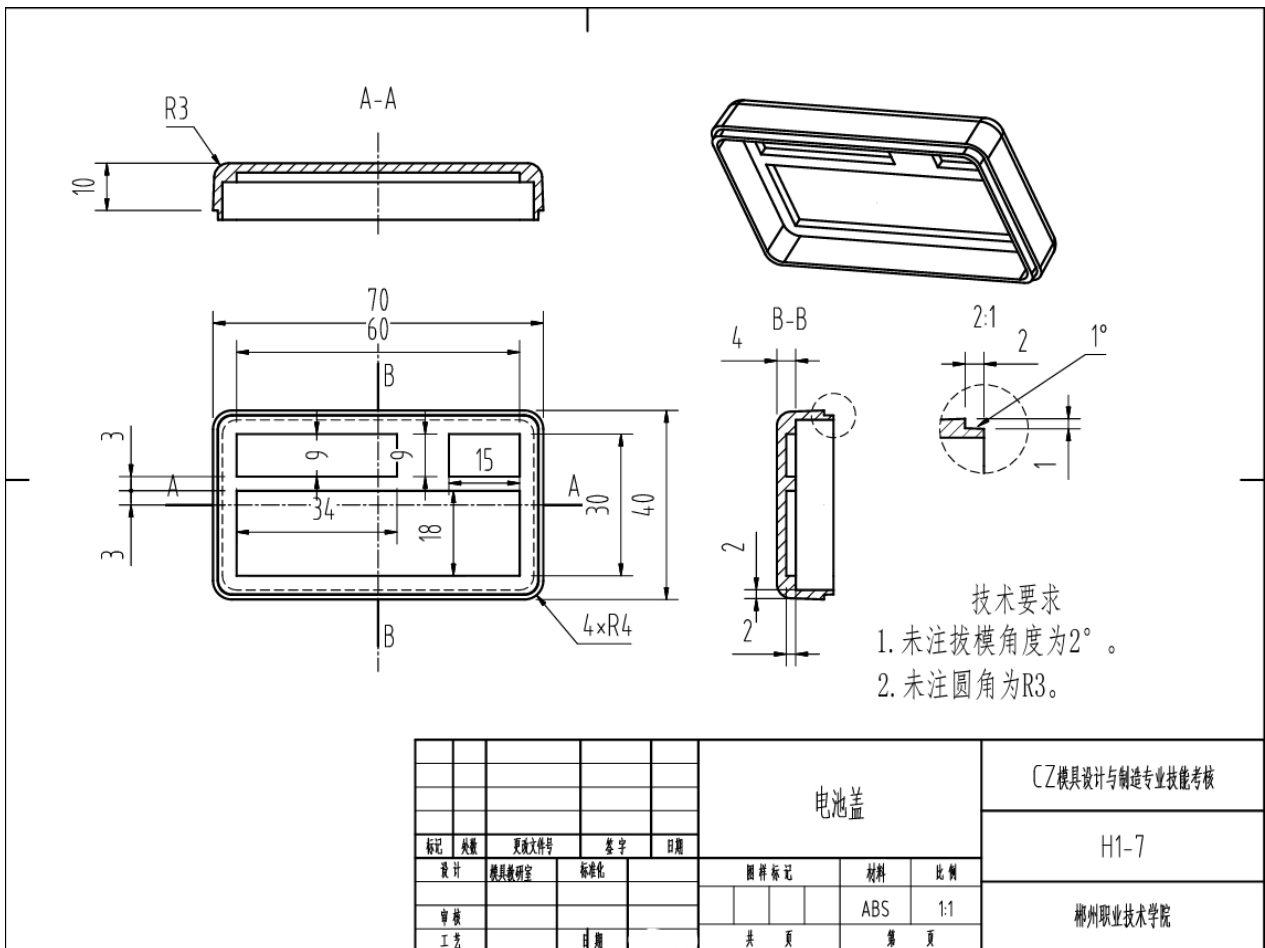

图 H1-7 电池盖
(1) 在F 盘下建立考生文件夹，文件夹名称为“场次一工位号—ZM ”。塑件三维造型及型腔、型芯设计所完成后的文件都存于此文件夹中；
(2) 根据图 H1-7 要求，进行塑件三维造型设计，文件名称为 3DSJ；